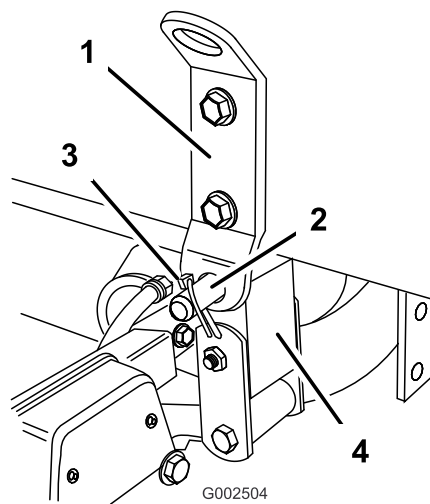

図 21
6. タンク台の後部にあるピボットラグを、車体フレームの最後尾についている穴に合わせる (図 21)。
7. ピボットラグにクレビスピン (3/4 in) とリンチピン (2本) を差し込んで、タンク台とフレームとを連結する (図 21)。
10. タンク台と車体フレームとが整列しているかどうか点検する。必要であれば、ピボットラグをタンク台に固定しているボルトを少しゆるめる（図 21）。クレーンやホイストを使って、タンク・アセンブリをほんのわずか吊り上げ、車体フレームとタンク台を整列させる。タンク台と車体フレームがきちんと整列したら、ピボットラグのボルトを締め付ける。